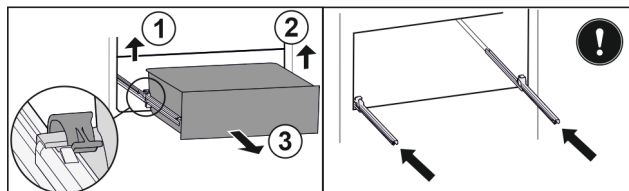

Fig. 131
- Nadvihnite ľavú svorku a súčasne ťahajte zásuvku vľavo dopredu. Fig. 131 (1)
- Nadvihnite pravú svorku a súčasne ťahajte zásuvku vpravo dopredu. Fig. 131 (2)
- Odoberte zásuvku dopredu. Fig. 131 (3)